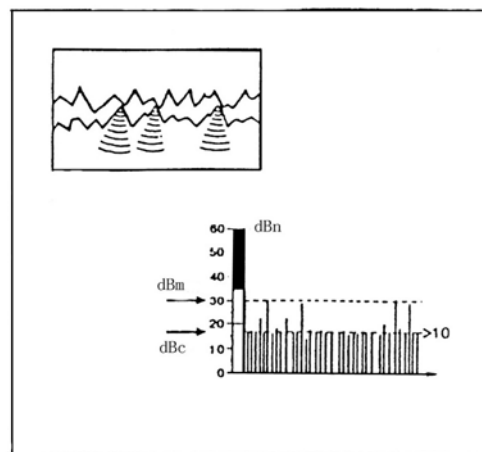

图 13
### (2) 早期损伤轴承模式 (图 13)
dBM 值在 20 至 35dB 区间内 (黄区) 和 dBC 中等程度的增长是轴承表面小的损伤的信号，此时应对轴承更频繁地测量，以确定它们的状态是否稳定或正在恶化。(图 13)